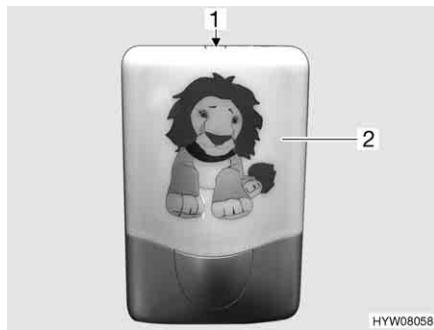

Fig. 189 Lampada della camera dei bambini
- Sollevare con precauzione di circa 3 mm la copertura (Fig. 189,2) sul bordo superiore (Fig. 189,1) con l'ausilio di un utensile appropriato (p. es. un cacciavite).